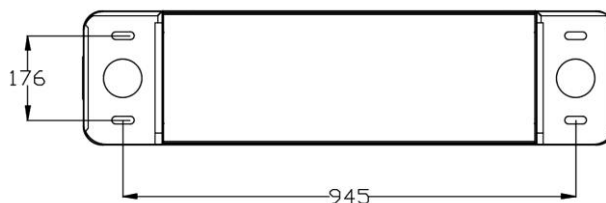

Рисунок 6
В центре монтажного основания имеются отверстия для прокладки кабеля (Рисунок 6), размеры указаны в миллиметрах. Кабели питания и коммуникационные кабели должны прокладываться через указанные отверстия. Рекомендуется использовать дополнительную защиту кабеля при монтаже.
1. Просверлите отверстия в соответствии со схемой (см. Рисунок 6).